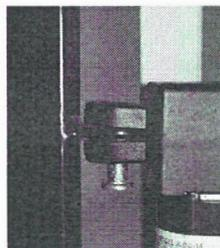

Abbildung 6
1. Schieben Sie die Abdeckung vom Batteriefach auf der Unterseite des Schaltnetzteils (siehe Abbildung 6).